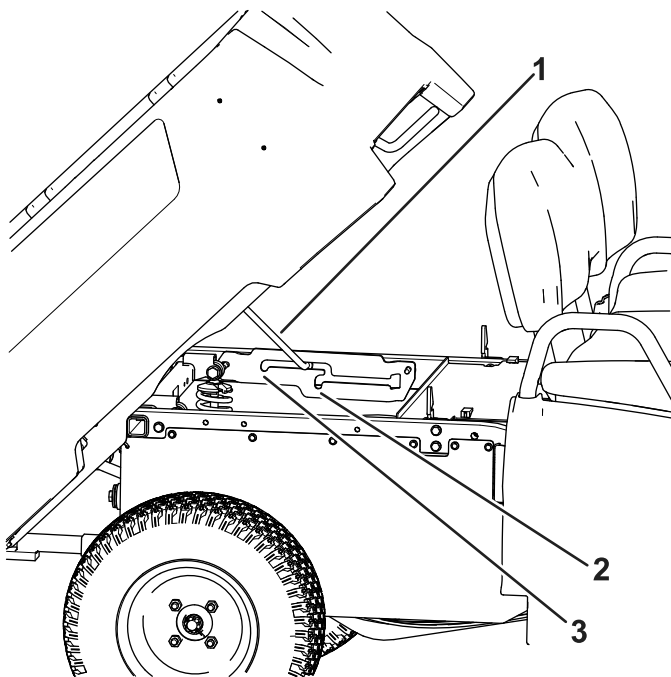

Figure 18
2. Engagez la béquille dans le cran de verrouillage pour bloquer le plateau en position de déchargement (Figure 18).
2. Engagez la béquille dans le cran de verrouillage pour bloquer le plateau en position d'entretien (Figure 18).
2. Sortez la béquille du cran de verrouillage (Figure 18).